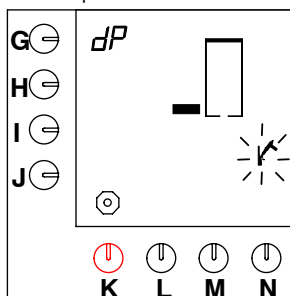

Fig. 24 Primo livello del programma di disinicrostazione dell'impianto di acqua calda
- Sullo schermo viene visualizzato il blocco del primo livello e lampeggia il simbolo del martello (vedere fig. 24).